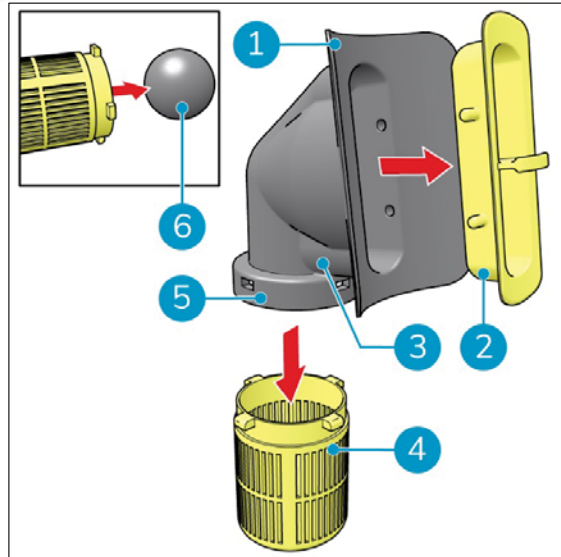

Figure 30
4. Tirez le cadre de support (Figure 30, pos 2) hors du boîtier en caoutchouc (Figure 30, pos 3).
Pour ce faire, pliez les rabats en caoutchouc (Figure 30, pos 1) vers l'extérieur pour libérer les 4 encoches du cadre de support.
5. Tirez le boîtier du flotteur (Figure 30, pos 4) hors du boîtier en caoutchouc. Pour ce faire, pliez l'anneau en caoutchouc (Figure 30, pos 5) vers l'extérieur pour libérer les 4 encoches du boîtier de flotteur.
6. Le flotteur (Figure 30, pos 6) sort.